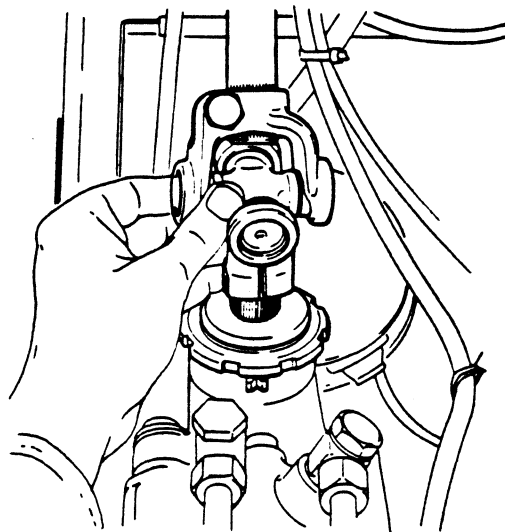

Fig. 15
14. Verwijder de kruiskoppeling van de ingaande as van het stuurhuis (Fig. 15).